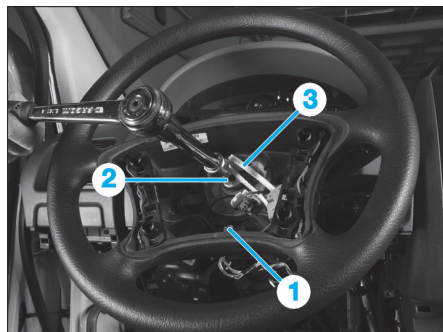

Fig. 1
- Débrancher le connecteur (1) de l'avertisseur sonore (Fig.1).
- Desserrer la vis (2) de fixation du volant de quelques filets.
- Déposer la vis (2).
- Déposer le volant en faisant passer alternativement et à avec précaution les connecteurs (3) au travers l'ajourage du volant.